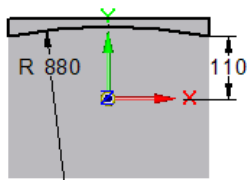

图 6.9.6 截面草图
(1) 选择命令。在“主页”功能选项卡“钣金”工具栏中单击  按钮，选择  法向除料命令。
(2) 定义特征的截面草图。
① 选取草图平面。在系统 **单击平的面或参考平面。** 的提示下，选取俯视图 (XY) 平面作为草图平面。
② 绘制图 6.9.6 所示的截面草图。